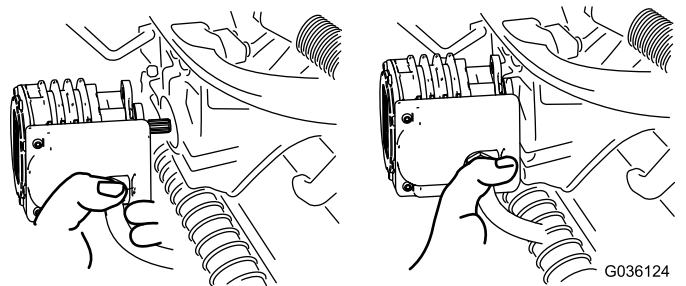

図 49
4. 外したモータは、サスペンションアームの前部にある一時保管位置にセットしておく(図 49)。